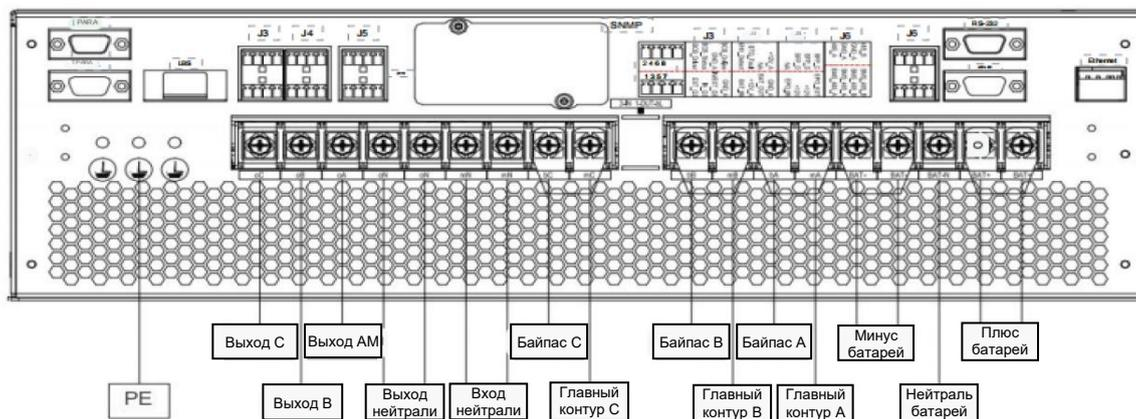

Рисунок 4-1. Схема клемм подключения силового кабеля
Кабели главного входа, входа байпаса, выхода и питания от батарей подключаются к соответствующим клеммным колодкам ИБП, как показано на рис. 4-1.
Провод защитного заземления должен быть надежно соединен с клеммой защитного заземления (PE) (см. рис. 4-1) с помощью болтов.